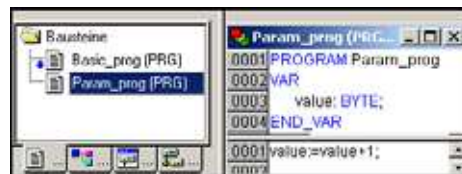

Abbildung 33: Programmbaustein für eine ereignisgesteuerte Task
- ▶ Sie können nun ein Programm eingeben. Im Programmbeispiel „Param_prog“ (Abbildung 33) wird die Variable „value“ um den Wert 1 erhöht. Das Programm „Param_prog“ wird abgearbeitet, wenn die Variable a = TRUE wird.